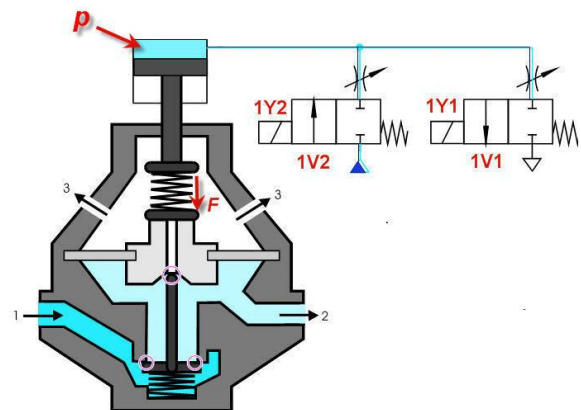

Fig. 10
Het proportionele drukregelventiel (Fig. 10) wordt geregeld door een stuurdruk (p) die een kracht (F) uitoefent die proportioneel is aan deze stuurdruk.